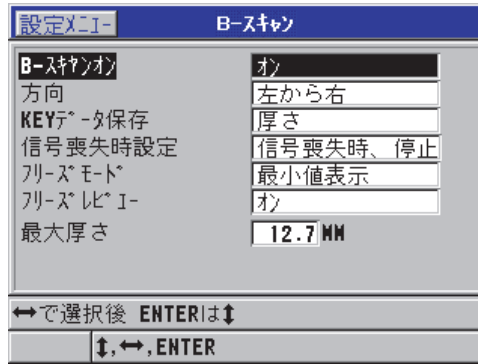

図 9-4 B- スキャンパラメーターの変更
B-スキャンは、**B-スキャン**画面で設定することができます（158ページの図9-4を参照）。この画面には、**[設定]**を押した後メニューから**B-スキャン**を選択してアクセスします。
1. B- スキャン画面 (158 ページの図 9-4 を参照) で、**KEY** データ保存を厚さ **+B-** スキャンに設定します。